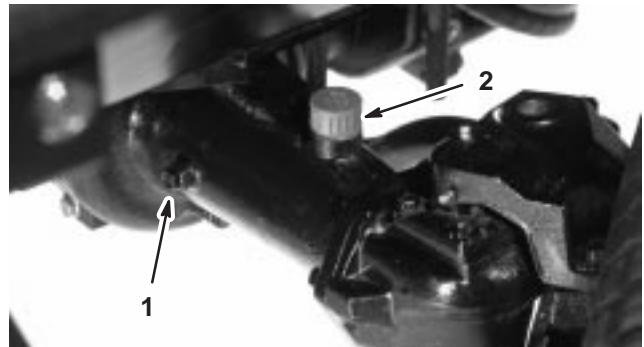

Bild 11
2. Entfernen Sie die Prüfschraube aus einem Ende der Achse (Bild 11) und stellen sicher, dass der Schmierstoff die Unterseite des Lochs erreicht. Entfernen Sie bei niedrigem Ölstand die Ölfüllschraube (Bild 11) und füllen genug Schmierstoff ein, um den Stand bis an die Unterseite der Prüflöcher anzuheben.